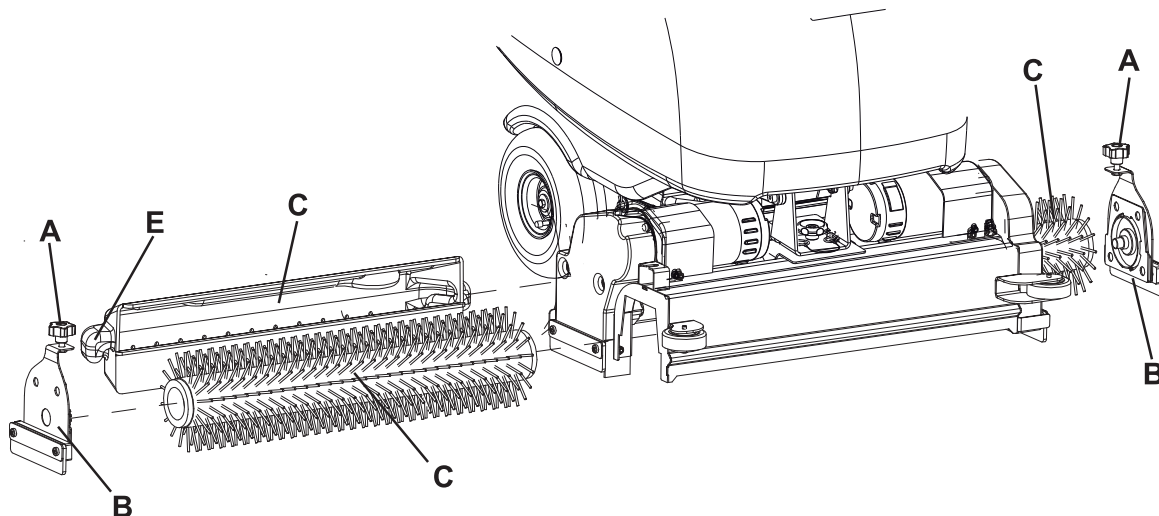

Figure 3
1. Positionner la clé de contact (80) sur "I".
2. Soulever la tête porte-brosses cylindriques en appuyant sur l'interrupteur (71).
3. Positionner la clé de contact (80) sur "O".
4. Tourner les volants (A, Fig. 3) et enlever les portillons (B) en les poussant vers le bas tout en exerçant une pression sur les volants.
5. Installer les brosses cylindriques (C).